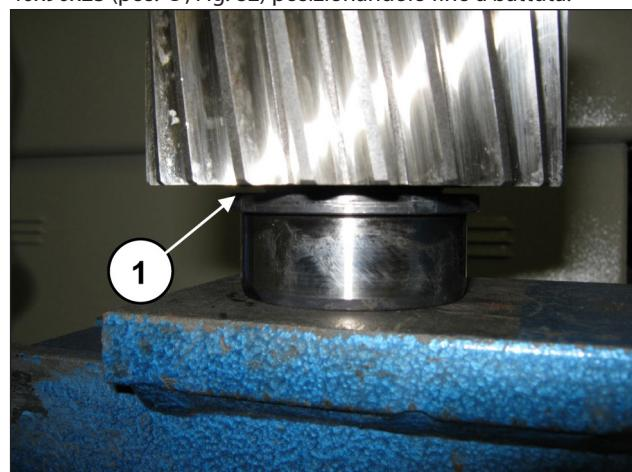

Fig. 82
Premontare sul pignone l'anello interno del cuscinetto 40x90x23 (pos. ①, Fig. 82) posizionandolo fino a battuta.